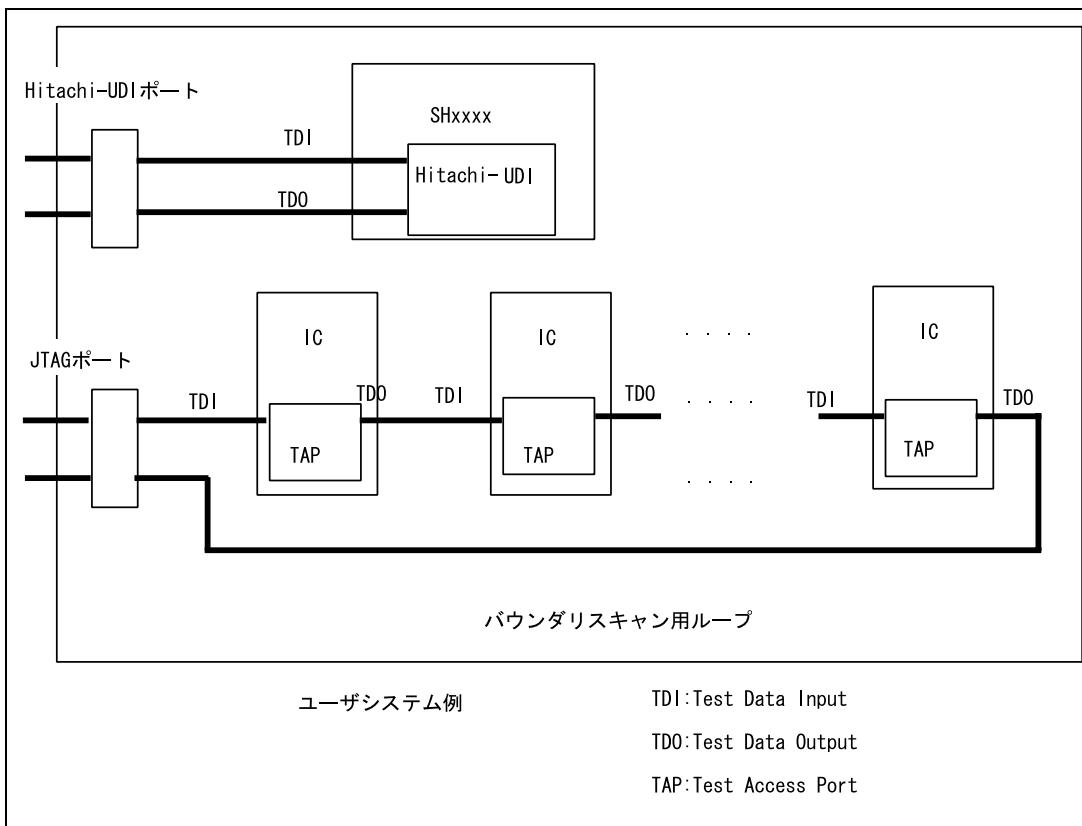

図 2.5 ユーザシステム設計時の注意
5. ユーザシステムを設計する際、バウンダリスキャン用ループにデバイスの TDI 信号、TDO 信号を接続しないでください。または、スイッチ等でデバイスを切り離すようにしてください(図 2.5 参照)。